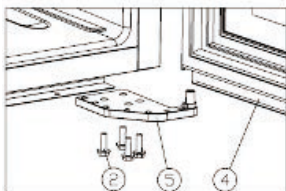

Figure 2
- Dévissez les vis M5*16 ②, démontez la charnière inférieure droite ⑤. [Figure 2]